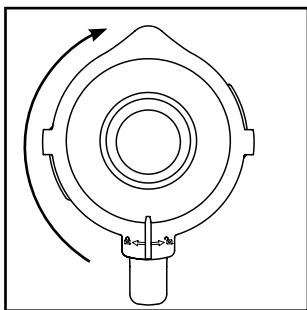

Fig. 2
- 4) Volte a colocar a tampa ❷ desalinhada no copo misturador ❸ e pressione-a firmemente. Feche a tampa ❷, rodando-a no sentido dos ponteiros do relógio, para a posição ❶, até ela encaixar de forma audível (ver fig. 2).